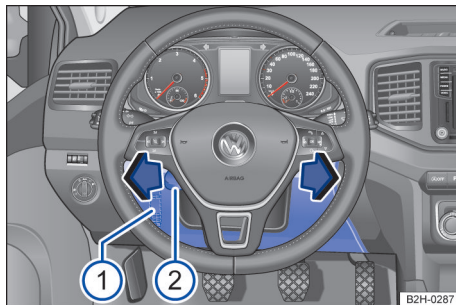

Fig. 169 En el lado del conductor, vehículos con el volante a la izquierda: caja de fusibles detrás del guarnecido del tablero de instrumentos.
2. Tire hacia abajo de la palanca de ajuste del volante → **fig. 169 ②**.
3. Tire del guarnecido del tablero de instrumentos **①**, a izquierda y derecha junto al guarnecido de la columna de dirección, hacia delante en el sentido de las flechas.